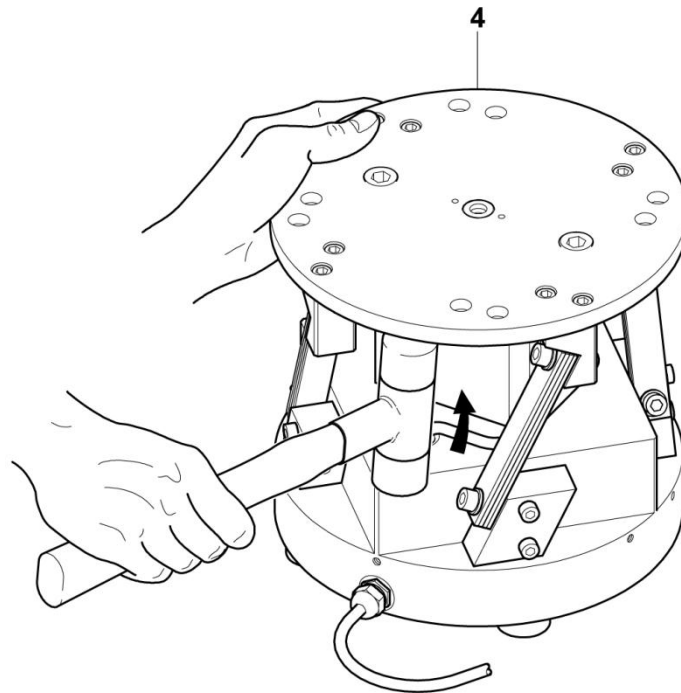
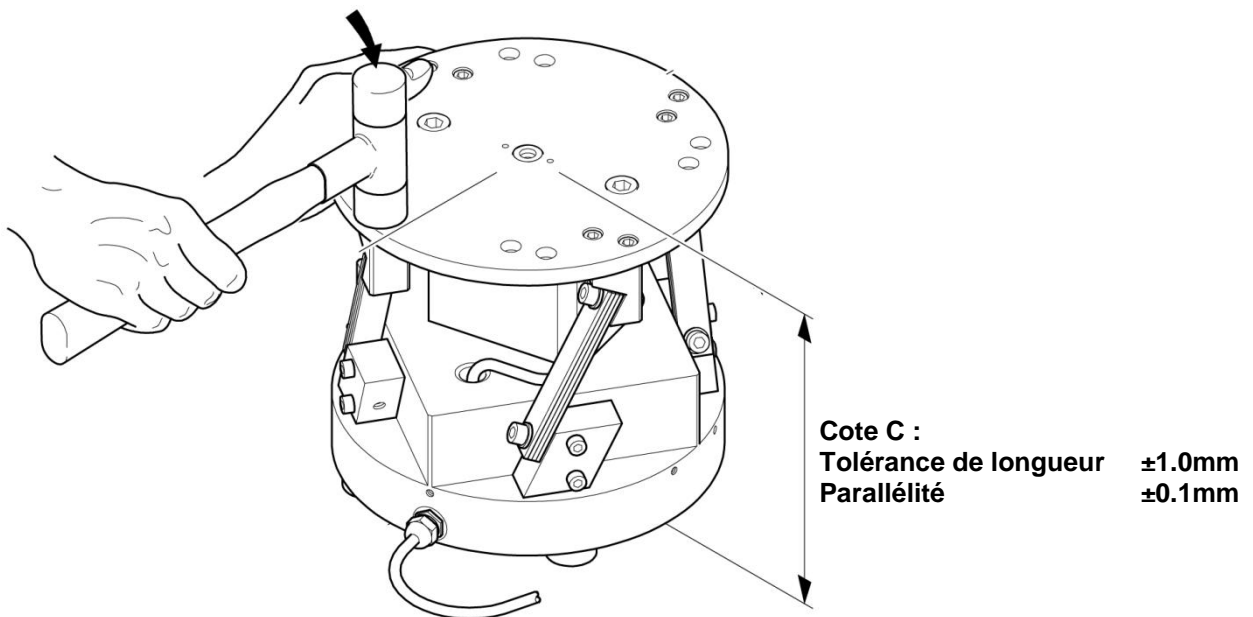

Figure 13
Figure 14
1. Retirer le coffrage (2)
2. Desserrer légèrement les vis des blocs-ressorts (3)
3. A l'aide d'un marteau en plastique, frapper d'abord sur le plateau oscillant (4) pour l'ajuster vers le haut (reg. **Figure 13**), puis vers le bas jusqu'à obtenir une tolérance de hauteur de $\pm 1.0\text{mm}$ et une tolérance de 0,1 mm par rapport à la base du socle. (reg. **Figure 14**)
4. Resserrer les vis des blocs-ressorts (3)
5. Remonter le bol (1) et procéder aux réglages nécessaires (regardez chapitre 5.1)